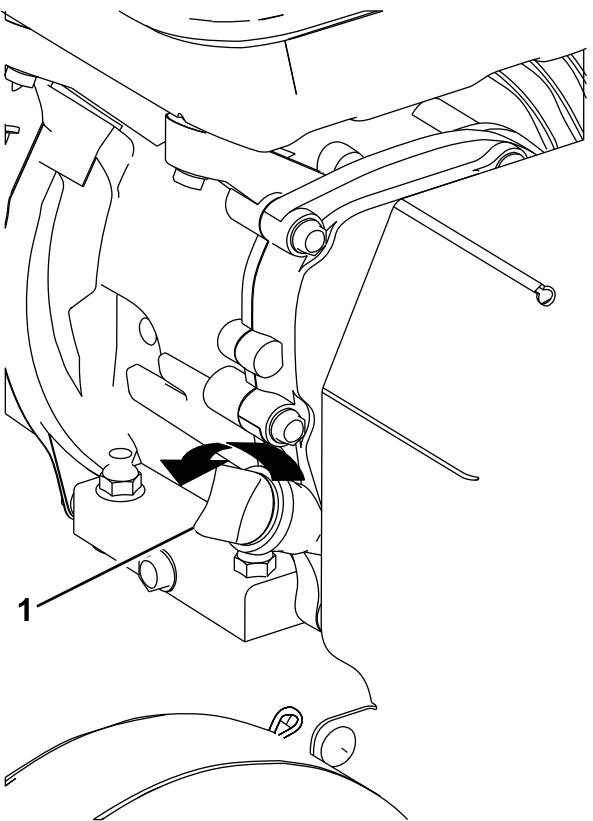

Figura 14
2. Limpie alrededor de la varilla (Figura 14) para impedir que caiga suciedad por el orificio de llenado y cause daños en el motor.
3. Desenrosque la varilla de aceite y límpie el extremo (Figura 14).
4. Introduzca la varilla a fondo en el tubo de llenado. **No la enrosque.** (Figura 14).